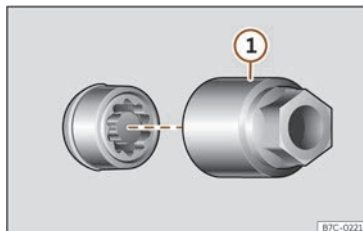

Fig. 41 Boulon antivol de roue avec capuchon et adaptateur.
- Encastrez l'adaptateur spécial » fig. 41 ① (outillage de bord) » page 50) sur le boulon de roue antivol jusqu'à la butée.